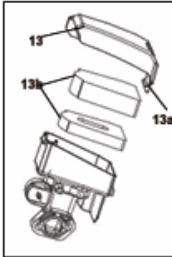

Abb. 28
- Drücken Sie die zwei Clips (13a), um die Luftfilterabdeckung (13) zu entriegeln, und nehmen Sie anschließend die Abdeckung ab (Abb. 28).